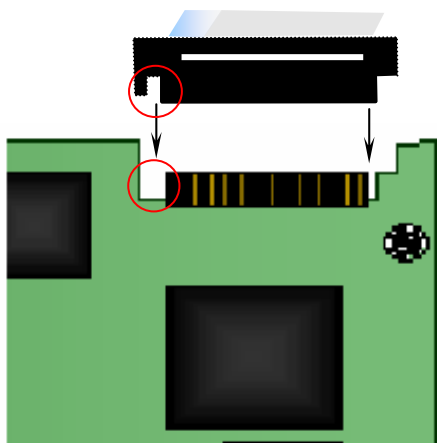

图 2-8 H.100 总线接线方法
- ① 连接时需注意各插头按同一方向插入，不要扭转，如图 2-8 所示。